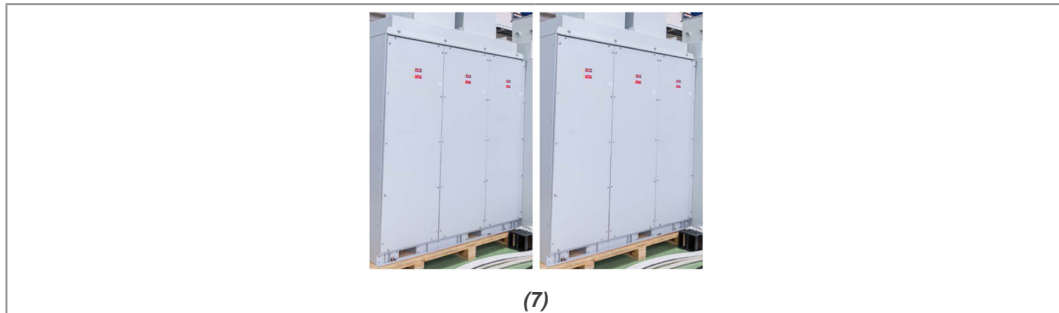

Figure 6.4: Vorgehensweise zum Entfernen der Lufttransportverstärkungen vom MVW3000
1. Entfernen Sie die beiden oberen Lamellen von der Zellenverkleidung, um Zugang zu den oberen Befestigungsschrauben zu erhalten: Figure 6.4 auf Seite 6-9 – Abbildung 1.
2. Entfernen Sie die Schrauben, mit denen die oberen Halterungen befestigt sind: Figure 6.4 auf Seite 6-9 – Abbildung 2.
3. Nach dem Entfernen der oberen Transportstützen montieren Sie die Hebestützen mit denselben Schrauben: Figure 6.4 auf Seite 6-9 – Abbildung 3.
4. Entfernen Sie am Transformator-Schaltkasten die hintere Transportstütze: Figure 6.4 auf Seite 6-9 – Abbildung 4.
5. Entfernen Sie außerdem die beiden vorderen Stützen von der Transformatorverkleidung: Figure 6.4 auf Seite 6-9 – Abbildung 5.
6. Bringen Sie die Frontabdeckungen und Lüftungsgitter wieder an: Figure 6.4 auf Seite 6-9 - Abbildung 6.
7. Die hinteren Abdeckungen wieder anbringen: Figure 6.4 auf Seite 6-9 – Abbildung 7.